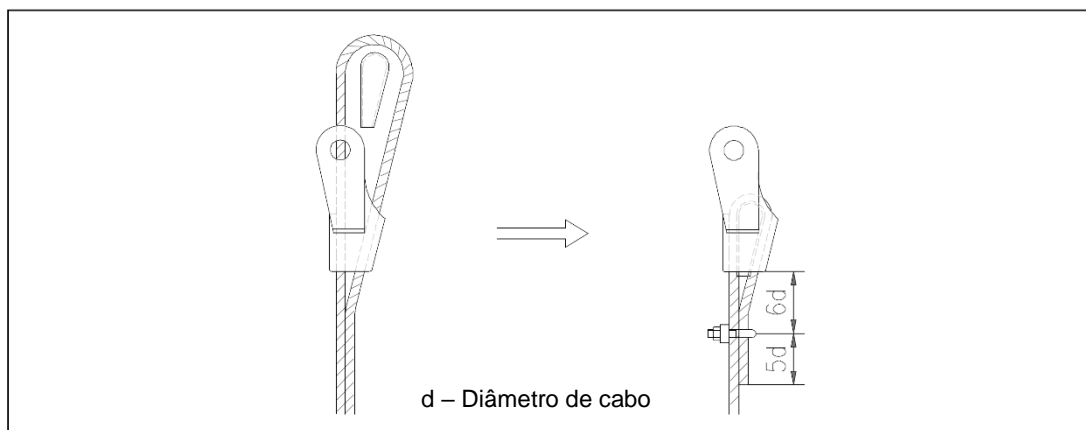

Figura 4-90 Instalação de fixação de cabo
- (2) Coloque o cabo de arame na bobina do guincho suavemente e em sequência.
- (3) Para métodos de instalação de soquete e fixação de cabo, consulte a figura 4-90.